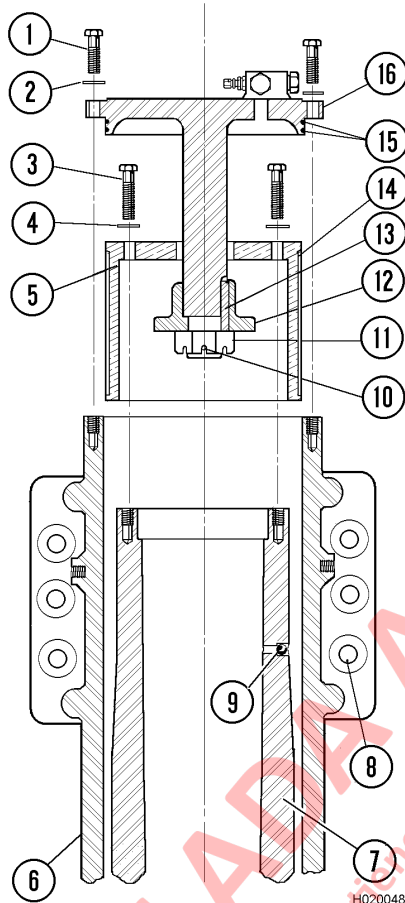
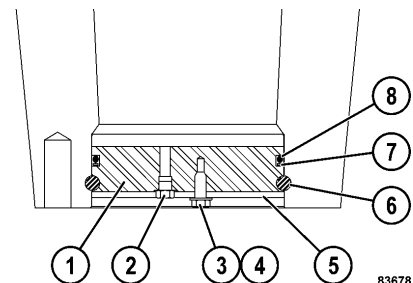

FIGURA 2-12. DESMONTAJE DEL VÁSTAGO DEL PISTÓN
FIGURA 2-13. TAPÓN DEL PISTÓN
1. Con la suspensión en posición vertical (casquillo extremo hacia arriba), retire los pernos (1, Figura 2-12) y las arandelas endurecidas (2).
21. Enganche un dispositivo de levante al pistón (7) y levántelo cuidadosamente de la caja.
23. Si el pistón (7) tiene un tapón extraíble (1, Figura 2-13) en la parte inferior:
- a. Saque el tornillo (3), la arandela plana (4) y la placa de retención (5). Empuje el tapón (1) hacia dentro lo suficiente para quitar el anillo de retención (6).
- b. Vuelva a instalar el perno (3) y utilice un martillo deslizante para retirar el tapón del pistón. Retire el anillo de respaldo (7) y el O-ring (8) del tapón.
1. Si el pistón (7, Figura 2-12) tiene un tapón extraíble (1, Figura 2-13) en la parte inferior:
- a. Lubrique a cabalidad el O-ring (8) y el anillo de respaldo (7). Instale un nuevo sello de O-ring (8) y un nuevo anillo de respaldo (7) en el tapón. Use un mazo de goma para asentar el tapón del pistón.
- b. Instale el tapón (1) en el pistón lo suficiente para dejar expuesta la ranura del anillo de retención. Instale el anillo de retención (6). Instale la placa de retención (5), la arandela plana (4) y el tornillo (3). Apriete el tornillo a **122 N·m (90 ft lb)**.
3. Instale O-rings nuevos y anillos de respaldo nuevos (15, Figura 2-12) en las ranuras de la tapa. Los anillos de respaldo deben ubicarse hacia la pestaña de la tapa (16).
4. Instale el nuevo buje superior (14) en el retén del buje superior (5).
5. Deslice el conjunto del retén del buje superior sobre la porción del vástago de la tapa (16).
6. Instale la chaveta (13) y el tope del pistón (12) en el vástago de la tapa. Asegúrese de que el tope del pistón está asentado completamente contra el borde del vástago.
7. Instale la tuerca (11) contra el tope del pistón. Apriete la tuerca $\frac{1}{2}$ vuelta hasta que el orificio para el pasador cilíndrico (10) esté alineado. Instale el pasador cilíndrico (10).
8. Enganche un dispositivo de levante a la parte lateral del conjunto de la tapa. Baje el conjunto de la tapa hacia el pistón (7). Inserte bolas de acero (9) en los orificios del pistón antes de instalar completamente el buje superior (14) sobre el pistón. Una pequeña cantidad de